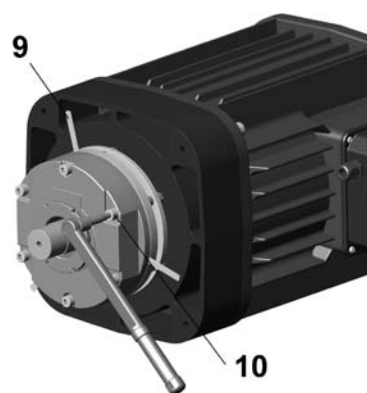

fig. 150a
7. Ajuster l'épaisseur de l'entrefer en agissant avec une clé CHC sur la vis TCEI -10- jusqu'à que vous ressentiez une légère résistance sur la jauge d'épaisseur (fig. 150a).